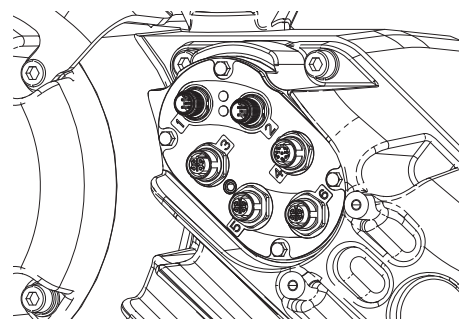

FIG. 27
2. Slå fränkopplingsbrytaren (M) till AV.
- a. Ta bort drivenhetshusets kåpa (HC).
- c. Lossa sladdvindan (CG).
- d. Ta bort kablarna från drivenhetens hus genom att dra dem genom sladdvindan (CG).
- e. Koppla bort kablarna som är anslutna till port 1-6 på sidan av drivenheten, enligt FIG. 27.